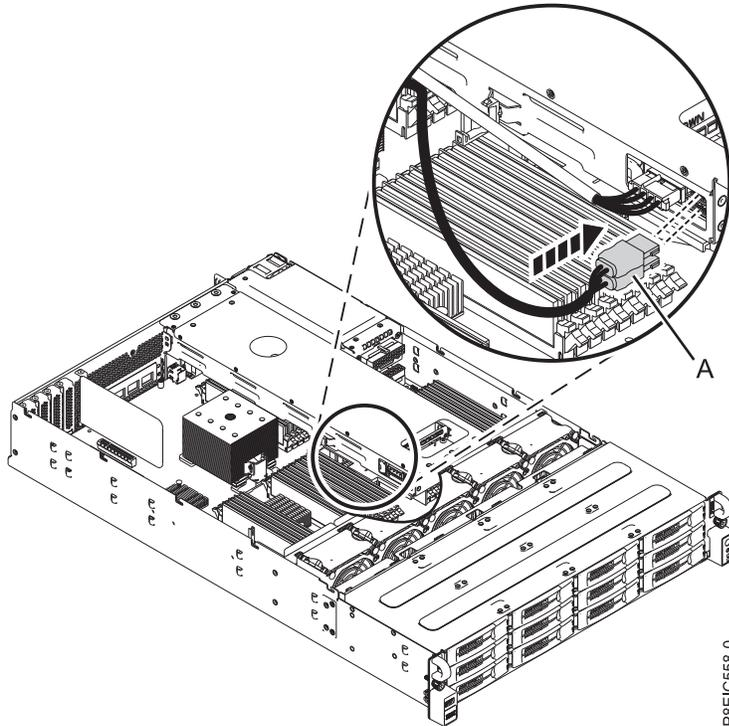

Abbildung 42. Signalkabel des Laufwerks an die Baugruppe der Laufwerkhalterung an der Rückseite anschließen
3. Schließen Sie das Signalkabel des Laufwerks (A) an die Baugruppe der Laufwerkhalterung an der Rückseite an (siehe Abb. 42 auf Seite 37).